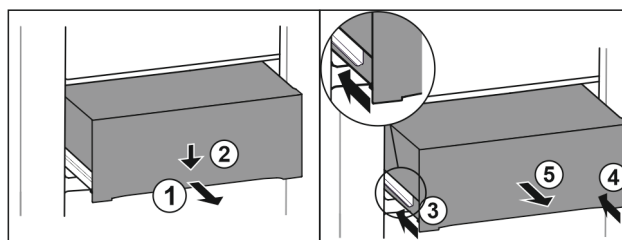

Fig. 129
- 将抽屉拉出一半。 Fig. 129 (1)
- 朝下按压正面的抽屉。 Fig. 129 (2)
- 将左侧轨道推入大约 2 cm。 Fig. 129 (3)
- 将右侧轨道推入大约 2 cm。 Fig. 129 (4)
- 朝前取出抽屉。 Fig. 129 (5)